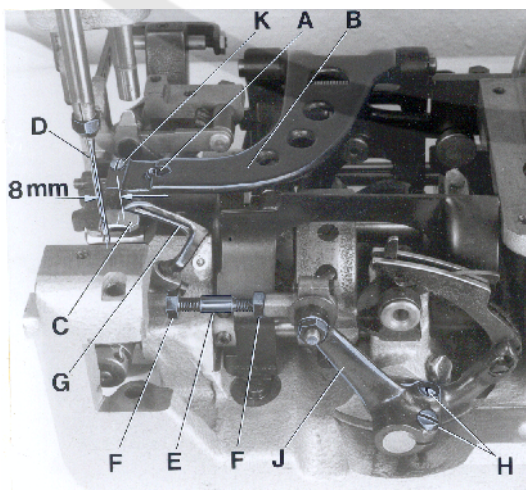
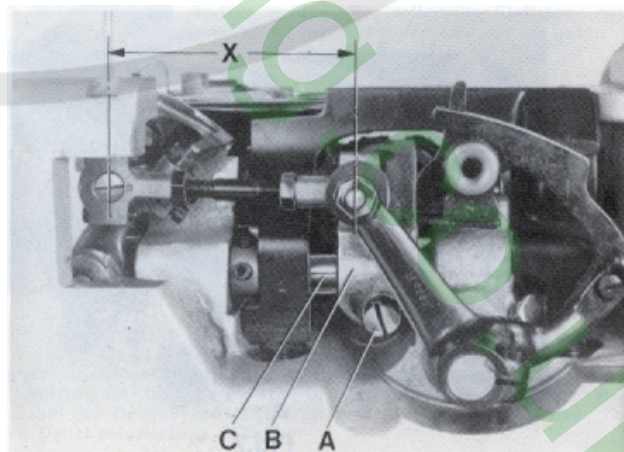
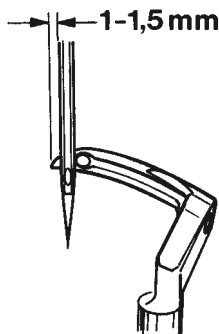
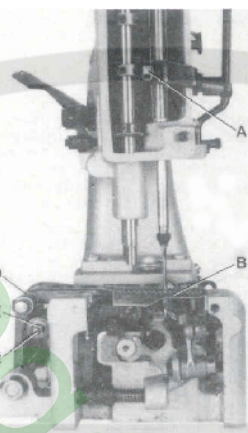

Fig. 3
Fig. 4
Fig. 5
Fig. 6
Remove the presser foot, throat plate and feed dog and on styles 80800H and HA also the needle guard for convenient access to the machine. On styles 80800C, D and E loosen the screw (A, Fig. 3) in the feed bar (B) and push the feed bar needle guard (C) to the rear to avoid its contacting the needle (D).
For the two thread double locked stitch styles 80800C, E, H and HA, set the looper connecting rod (E) so the distance (X, Fig. 4) between the center lines of the two ball joints is 69,8 mm (2 3/4"). The dimension (X, Fig. 4) should be 68,3 mm (2 11/16) on the single thread chain stitch style 80800D. For adjustment loosen the two nuts (F, Fig. 3) and turn connecting rod (E) forward or backward as required to obtain specified dimension, retighten nuts (F).
Rotate the machine pulley in operating direction so that the looper moves from right to left. The looper point should pass as close as possible to the back of the needle without contacting 0.08 to 0.13 mm (.003 to .005") clearance. For adjustment loosen screws (A, Fig. 4) in the looper eccentric fork (B) and turn looper rocker shaft (C) on the looper rocker forward or backward as required. Retighten screw (A).
Zur bequemeren Einstellung entfernen Sie Drückfuß, Stichplatte und Transporteur und bei den Maschinen 80800H und HA auch den Nadelanschlag. Lösen Sie bei den Maschinen 80800C, D und E die Schraube (A, Fig. 3) im Transporteurträger (B) und drücken Sie den Nadelanschlag nach hinten, damit er die Nadel (D) nicht berühren kann.
Bei den Zweifaden-Doppelkettenstichmaschinen Typen 80800C, E, H und HA muß die Greiferverbindungsstange (E) so eingestellt sein, daß der Abstand (X, Fig. 4) von der Mitte zu Mitte Kugelgelenk 69,8 mm beträgt. Bei der Einfaden-Einfachkettenstichmaschine Typ 80800D beträgt der Abstand (X, Fig. 4) 68,3 mm. Zum Einstellen lösen Sie die beiden Muttern (F, Fig. 3) und drehen die Verbindungsstange (E) vor oder zurück bis der erforderliche Abstand erreicht ist. Ziehen Sie die Muttern (F) wieder an.
Drehen Sie die Riemenscheibe in Nährungsrichtung so, daß sich der Greifer von rechts nach links bewegt. Die Greiferspitze soll so dicht wie möglich hinter der Nadel vorbeigehen, ohne diese zu berühren (0,08 bis 0,13 mm Abstand). Zur Einstellung lösen Sie die Schraube (A, Fig. 4) in der Greiferezzentergabel (B) und schwenken die Greiferhebelwelle (C) am Greiferhebel mit Greifer nach Bedarf vor oder zurück. Ziehen Sie die Schraube (A) wieder an.
Remove the face cover on machine arm. Rotate machine pulley in operating direction until the looper point, moving to the left, projects 1 to 1.5 mm (.040" to .060") left of the needle (see Fig. 5). Lower edge of looper and upper edge of needle eye must be flush in this position. If adjustment is necessary, loosen clamp screw (A, Fig. 6) in the needle bar connection and move the needle bar up or down, as required. Retighten screw (A) and remount face cover.
At highest point of feed dog travel, the feed dog (B, Fig. 6) should be set so, that the rear teeth project their full depth above the throat plate surface. For setting remove the feed dog and adjust the supporting screw (K, Fig. 3) on the top of the feed bar to the required height. Remount the feed dog, and on styles 80800H and HA also the needle guard.
On styles 80800C, D and E stud (C, Fig. 6) for changing the stitch length is accessible from the outside. On styles 80800H and HA the housing for the tape cutter and the rear cloth plate have to be removed for changing the stitch length.
The length of the stitch can be adjusted by raising or lowering the stud (C, Fig. 6) in the segment slot of the feed rocker (D). Lowering stud (C) will lengthen the stitch. After loosening nut (E), stud (C) can be moved accordingly. When the desired stitch length is obtained, retighten nut (E). Remount housing for cutter and rear cloth plate on styles 80800H and HA.
The needle guard (C, Fig. 3) has to be set so, that it just contacts the needle at its most forward point of travel, without deflecting it.
On styles 80800C, D and E loosen screw (A, Fig. 3) in the feed bar (B) and adjust the needle guard (C) accordingly. Retighten screw (A).
Entfernen Sie den Stirndeckel am Maschinenarm. Drehen Sie die Riemenscheibe in Nährungsrichtung bis die sich nach links bewegende Greiferspitze 1 bis 1,5 mm links der Nadel steht (siehe Fig. 5). In dieser Stellung müssen Unterkannte Greifer und Oberkannte Nadelöhr bündig sein. Ist eine Einstellung notwendig, lösen Sie die Klemmschraube (A, Fig. 6) im Nadelstangenmitnehmer und schieben die Nadelstange (B), je nach Bedarf, nach oben oder unten. Ziehen Sie die Schraube (A) wieder an und montieren Sie den Stirndeckel.
Im höchsten Punkt der Transporteurbewegung sollen die hinteren Zähne des Transporteurs (B, Fig. 6) eine volle Zahnhöhe über die Stichplattenoberfläche hinausragen. Zur Einstellung entfernen Sie den Transporteur und stellen die Stützscharbe (K, Fig. 3) oben im Transporteurträger auf die entsprechende Höhe. Montieren Sie den Transporteur wieder, bei den Maschinen 80800H und HA auch den Nadelanschlag.
Bei den Maschinen 80800C, D und E ist der Bolzen (C, Fig. 6) zum Einstellen der Stichelänge von außen zugänglich. Bei den Maschinen 80800H und HA muß zum Einstellen der Stichelänge das Gehäuse für den Bandabschneider und die hintere Stoffplatte entfernt werden.
Die Stichelänge kann durch höher- oder tieferstellen des Bolzens (C, Fig. 6) in der Nut des Transportrahmens (D) verändert werden. Tieferstellen des Bolzens (C) verlängert den Stich, höherstellen verkürzt ihn. Nach Lösen der Mutter (E) läßt sich der Bolzen (C) entsprechend verschieben. Wenn die gewünschte Stichelänge eingestellt ist, ziehen Sie die Mutter (E) wieder an. Montieren Sie bei den Maschinen 80800H und HA das Gehäuse für den Abschneider und die hintere Stoffplatte wieder.
Der Nadelanschlag (C, Fig. 3) muß so eingestellt sein, daß er in der vordersten Stellung seiner Bewegung gerade die Nadel berührt, aber nicht ablenkt.
Zur Einstellung lösen Sie bei den Maschinen 80800C, D und E die Schraube (A, Fig. 3) im Transporteurträger (B), und stellen den Nadelanschlag (C) entsprechend ein. Ziehen Sie die Schraube (A) wieder an.